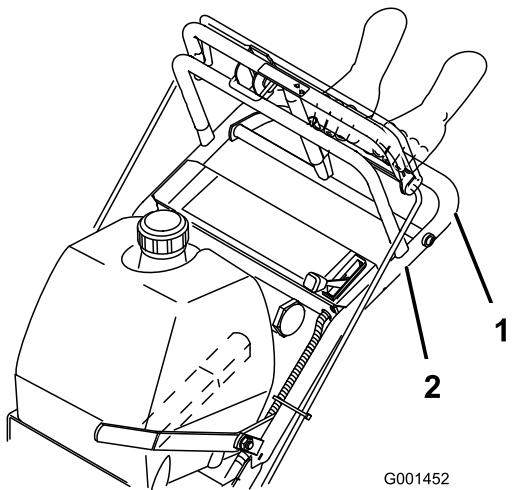

Figura 10
7. Al mismo tiempo, engrane la barra de control inferior y levante el manillar inferior para pasar el bordillo (Figura 9 y Figura 10).
4. Al mismo tiempo, engrane la barra de control inferior y levante el manillar inferior (Figura 9 y Figura 10).